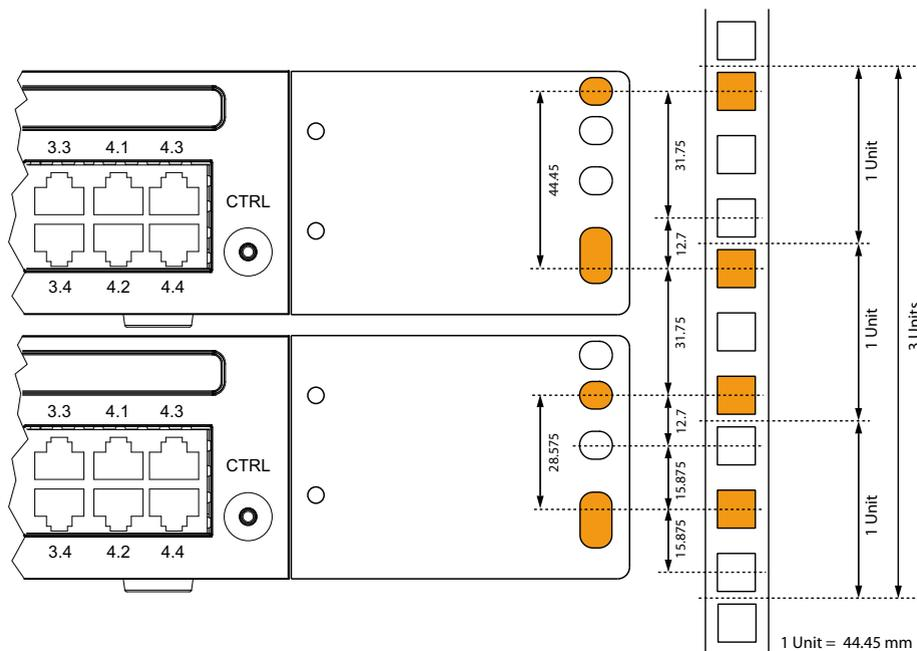

Fig. 16 Placement de 2 serveurs de communication superposés dans un rack 19 pouces
- Les trous dans les plaques de montage permettent de placer 2 serveurs de communication directement l'un sur l'autre, occupant ainsi un espace de 3 unités de hauteur. Les trous des plaques de montage utilisés sont alors différents (voir Fig. 16).
8. Coincez les écrous cage aux endroits appropriés des rails de fixation du rack (voir Fig. 16).